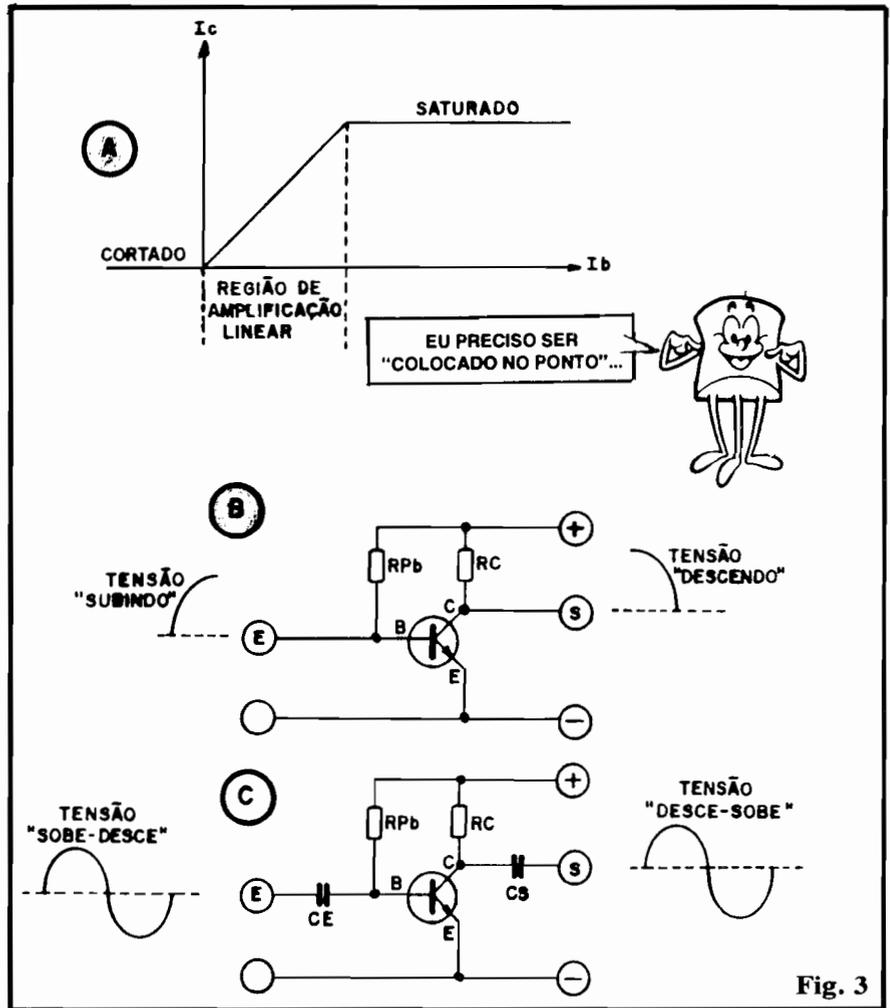

Fig. 3
- **FIG. 3-A** - Para que um transistor possa trabalhar como amplificador "proporcional" das pequenas variações de **tensão** (e, consequentemente, de **corrente** - olha a "velha" Lei de Ohm...) aplicadas ao seu terminal de **base**, esta deve
ser previamente polarizada sob uma tensão tal que leve o componente a um "ponto" **médio** (nem "saturado", nem "cortado"...). Esse "ponto de funcionamento" situa-se na chamada **Região Linear** da curva que referencia a corrente de **coletor** em função da corrente de **base**. O gráfico (simplificado...) da fig. 3-A mostra a tal "Região Linear" da curva... É bom lembrar desde já que a junção **base/emissor** (por enquanto estamos falando apenas nos transistores NPN, com as devidas "inversões" nas polaridades, **tudo** o que for explicado vale também para os do tipo PNP, não se esqueçam...), conforme vimos na "Aula" anterior, pode ser interpretada como um simples diodo (junção P-N...) e que assim tem a sua **barreira de potencial** (ver "Lição" sobre os Diodos, em ABC nº 3...) a ser "vencida"! Num transistor bipolar típico, esse "degrau" situa-se em aproxima-
- **FIG. 3-B** - Calculando-se o valor do resistor de polarização de base R_b de modo a situar o transístor na sua "Região Linear" (tensão de **base** superior a 0,6V, mas sob corrente "não tão grande" a ponto de saturar o componente - o que levaria a corrente de **coletor** a estabilizar-se num platô máximo - ver fig. 3-A...), podemos então fazê-lo amplificar **proporcionalmente** os sinais ou variações de tensão aplicadas à **base**. Nessa condição ideal de funcionamento linear, mantém-se a propriedade **inversora** (quanto à Tensão) já explicada: se a variação da Tensão do sinal aplicado à base for "para cima", a Tensão manifestada no **coletor** variará "para baixo" (e vice-versa...), e isso mantendo rigorosamente o "desenho" da curva de tensão aplicada à Entrada!
- **FIG. 3-C** - Notem que até agora mostramos todos os esquemas ou configurações como se os sinais, tensões e correntes aplicadas à **base** do transístor, fossem do tipo **contínuo** (de polaridade única...). Mas e quanto à Corrente Alternada (que, como já sabemos, "inverte" sua própria polaridade, de acordo com um ritmo que chamamos de **FREQUÊNCIA**...)? Um transístor comum pode, perfeitamente, manejar também sinais em Corrente Alternada, a partir de alguns cuidados simples: costumeiramente intercalamos, na linha de Entrada E e de Saída S, capacitores (que isolam o transístor dos demais blocos, quanto à C.C. porém **permitem** o trânsito da C.A.). A carga/descarga desses capacitores "acompanha" as variações de tensão e polaridade dos sinais aplicados (ou "emergentes"...) permitindo assim ao transístor realizar a sua amplifi-